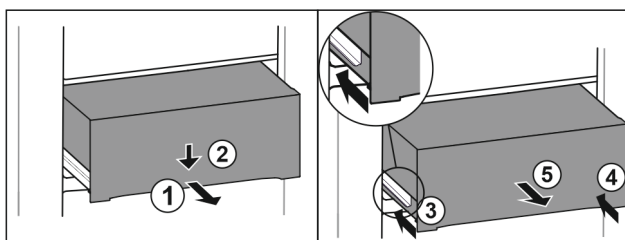

Fig. 119
- Zásuvku napůl vytáhněte. Fig. 119 (1)
- Stlačte zásuvku na přední straně dolů. Fig. 119 (2)
- Zasuňte levou kolejničku přibližně do 2 cm. Fig. 119 (3)
- Zasuňte pravou kolejničku přibližně do 2 cm. Fig. 119 (4)
- Vyjměte zásuvku dopředu. Fig. 119 (5)